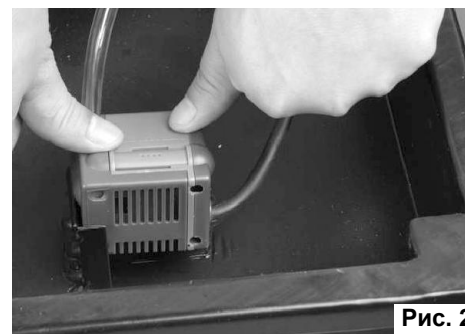

Рис. 2
Установка насоса (См. Рис.2)
- Установите насос в емкость для воды. Слегка нажмите на корпус насоса до щелчка. Щелчок указывает на фиксацию насоса (См. Рис.2).